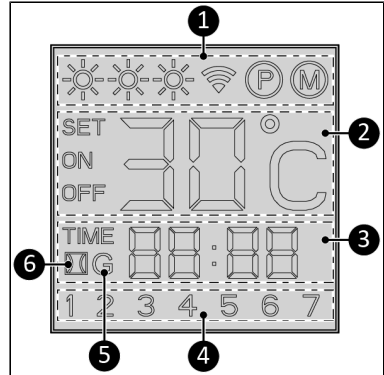

Abbildung 37.
Statusanzeige (Abbildung 37, Pos. 1):
Temperaturanzeige (Abbildung 37, Pos. 2):
Zeitanzeige (Abbildung 37, Pos. 3):
Tagesanzeige (Abbildung 37, Pos. 4):
Wi-Fi-Anzeige (Abbildung 37, Pos. 5):
Erkennung offenes Fenster (Abbildung 37, pos. 6):